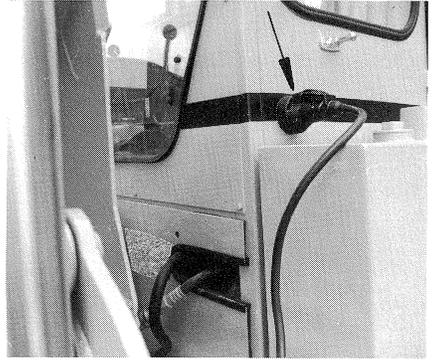

Bild 15
- Kabelstecker für StVZO-Belichtung mit der Seckdose (Bild 15/Pfeil) verbinden und eine Funktionskontrolle durchführen.